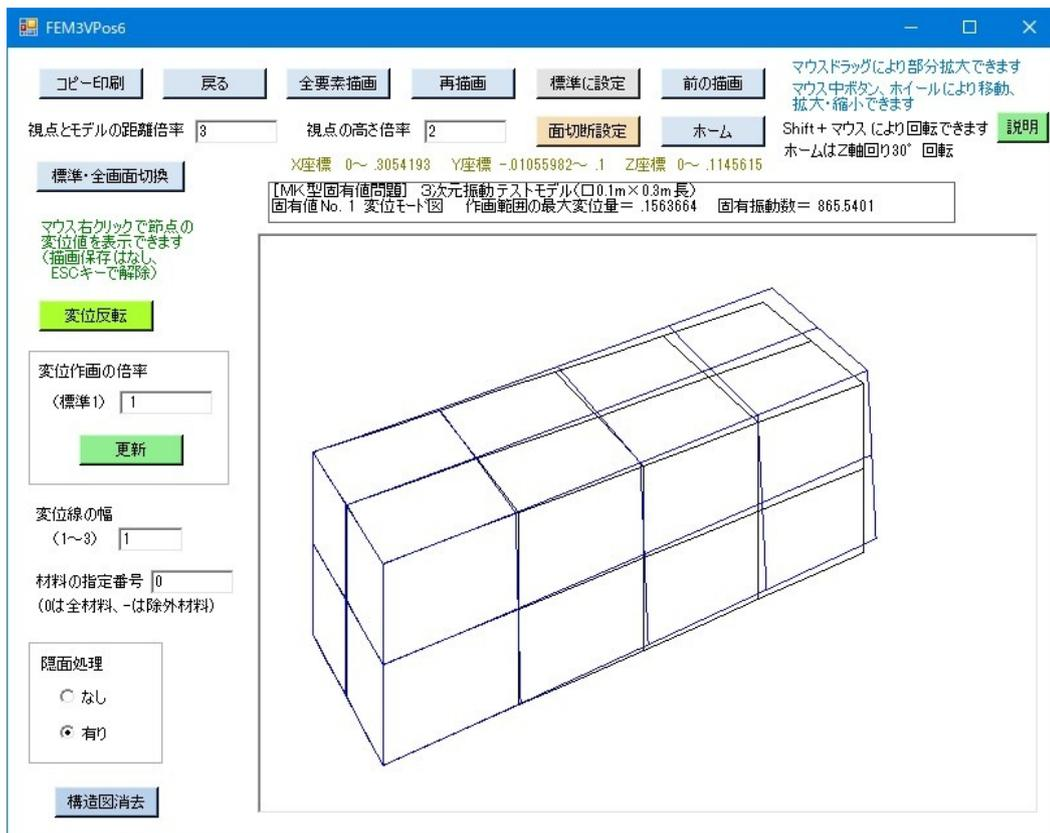
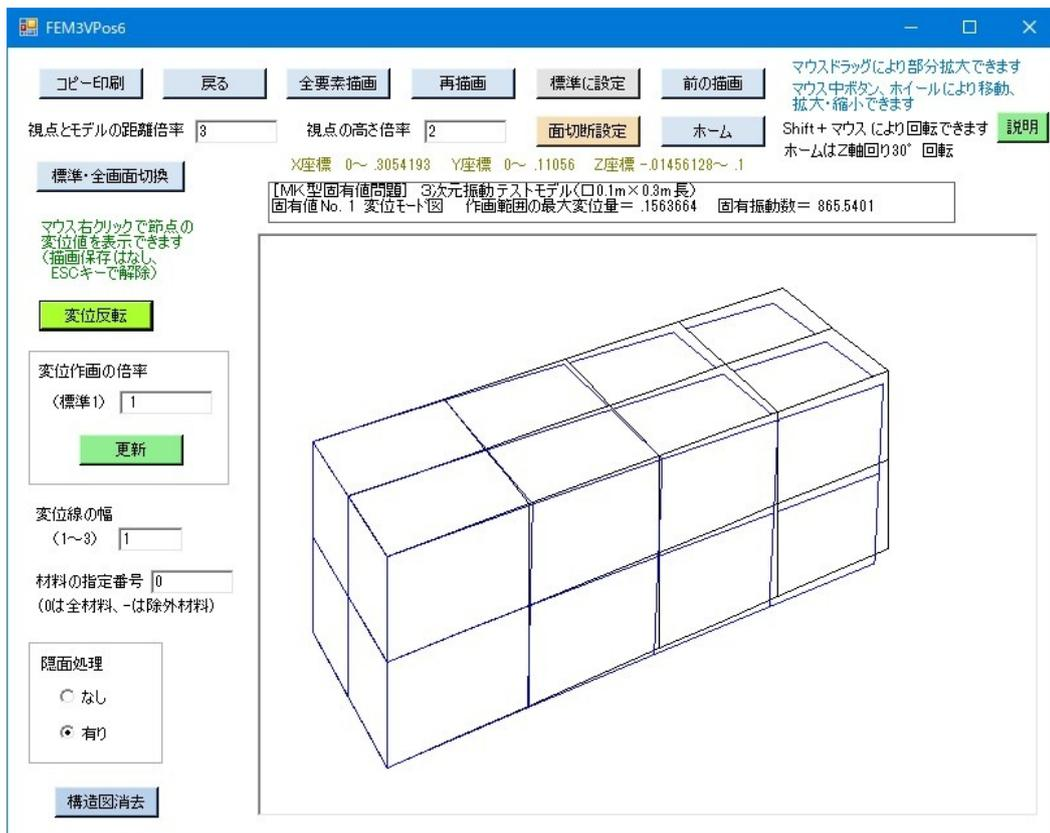

図7-5 変位モード図の作画画面の初期状態（正方形棒、MK型）
図7-13 変位モード図の作画画面（正方形棒、MK型、変位反転）
- ⑪「変位反転」ボタンをクリックすると、各節点変位の正負を反転させた変位モード図が作画されます。図7-5において「変位反転」を実施した変位モード図を図7-13に示します。